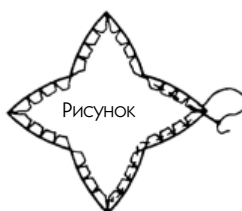

Рис. 81
2. Загните припуск к изнанке и застачивайте, сделав надрезы там, где необходимо (рис. 81).